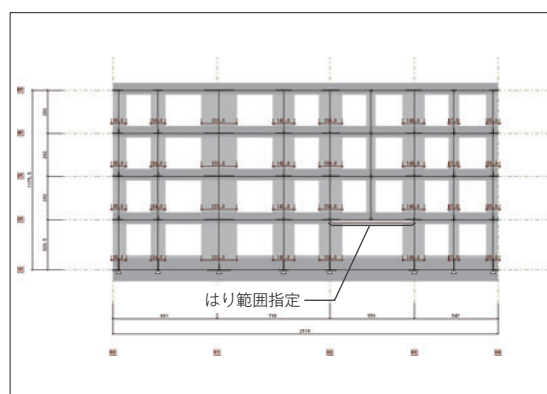

図5 モデル化軸組図表示例
- ・直交ばりと交差するはりや下階壁抜け柱を受けるはりの範囲を指定して、断面計算を行えます(図5)。